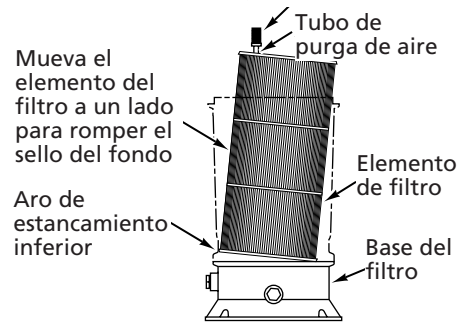

Figura 8
10. Sacuda el elemento del filtro a un lado (ver figura 8) para liberar el sello.